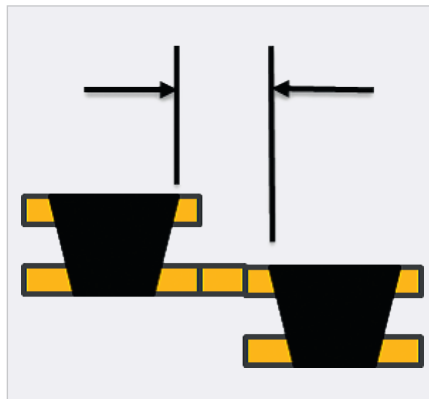

Рис. 5. Уменьшение расстояния между микроотверстиями одной цепи
*Смещение микроотверстий.* При использовании микроотверстий в структурах HDI или похожих технологиях используются лазерные отверстия конической геометрии. В проектах большой плотности эта геометрическая структура позволяет уменьшить расстояние между микроотверстиями, если они принадлежат одной и той же цепи. Если микроотверстие переходит со слоя 1 на слой 2 и соединено с другим микроотверстием, переходящим со слоя 2 на слой 3, то минимальное расстояние между ними может быть меньше, чем для двух микроотверстий разных цепей (см. рис. 5). Минимальный зазор в такой ситуации задаётся в менеджере ограничений Allegro отдельно, в категории *Design for fabrication* секции *Copper spacing/Micro via hole (Staggered)*, как показано на рисунке 6. Использование ступенчатых микроотверстий в Allegro в сочетании с применением этого уникального параметра позволяет эффективно трассировать печатные платы, содержащие BGA-компоненты с шагом 0,5; 0,4 и даже 0,35 мм.